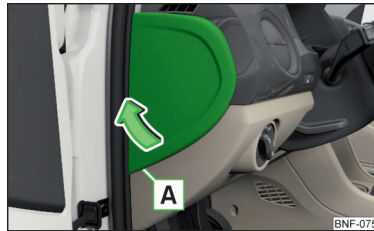

Fig. 169
- Introduceți o șurubelniță plată în degajarea din capac » fig. 169.